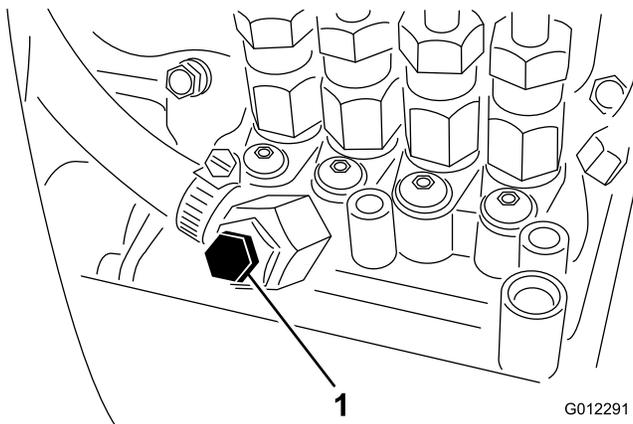

Figura 17
5. Abra el tornillo de purga de aire de la bomba de inyección de combustible (Figura 17).